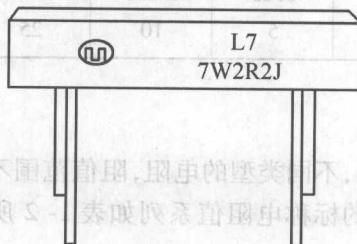

图 1-6 线绕电阻器
(4) 线绕电阻器。线绕电阻器是用高阻值的合金线缠绕在绝缘基棒上制成的。它具有阻值范围大( $0.1\Omega \sim 5M\Omega$ )、噪声小、电阻温度系数小、耐高温、承受负荷功率大(最高可达 $500W$ )等优点,缺点是高频特性差。线绕电阻器的外形如图 1-6 所示。